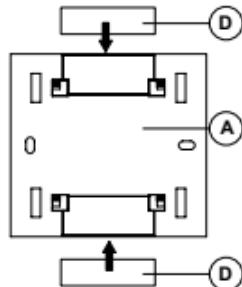

Fig 4.
- c. su una superficie liscia (non metallica!) con la striscia adesiva fornita in dotazione (fig. 4).